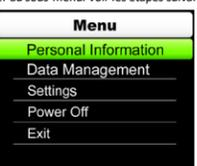

Figure 8 Interface « Menu »
- Sous (Testing)(Test) ou (Main interface) (Interface principale), appuyez sur la touche de confirmation pour entrer dans l'interface (Menu), comme illustré à la Fig. 8. Cette interface permet des fonctions telles que la modification des informations personnelles, la gestion des données, le réglage du dispositif médical, et la mise hors tension. Appuyez sur la touche « Up » (Haut) ou « Down » (Bas) pour déplacer la barre d'outils de sélection sur l'élément à modifier, puis sur la touche « Confirm » (Confirmer) pour accéder au sous-menu. Voir les étapes suivantes pour plus de détails :